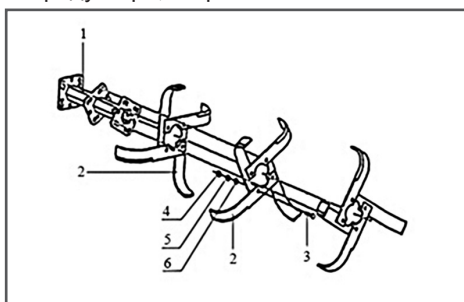

Рис.10 Сборка фрез
1. Установить ножи фрез на кронштейны осей фрез (ножи должны быть установлены лезвием по ходу культивации) Рис. 10.